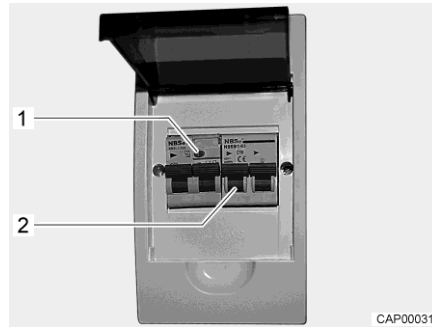

Fig. 37 Caja de fusibles de 230 V con interruptor de protección de línea e interruptor FI
Un interruptor de corriente de defecto (interruptor FI) en la caja de fusibles asegura el vehículo completo contra corriente de defecto (0,03 A). Un interruptor de protección de línea conectado en serie (10 A) (Fig. 37,2) asegura la red de a bordo de 230 V.
- Si el vehículo está conectado a la alimentación de 230 V, pulsar la tecla de prueba (Fig. 37,1). Se debe activar el interruptor de corriente de defecto.